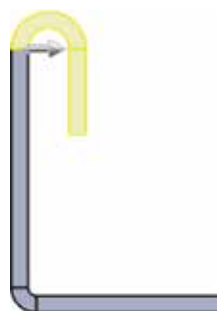

图 5.61 材料在外
-  (材料在外) 单选项: 用于控制褶边区域位于褶边附着边外侧, 效果如图 5.61 所示。